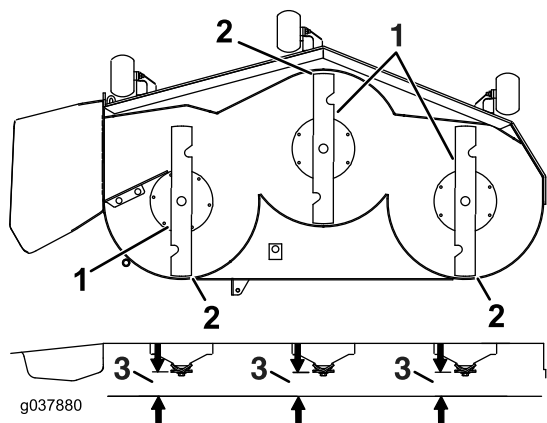

Figura 95
7. Compruebe el nivel longitudinal de la cuchilla (Figura 95). Asegúrese de que la punta de la cuchilla delantera está más abajo que la punta de la cuchilla trasera, como se muestra en *Altura de bloque y soporte*. Si se requieren ajustes, siga con este procedimiento.